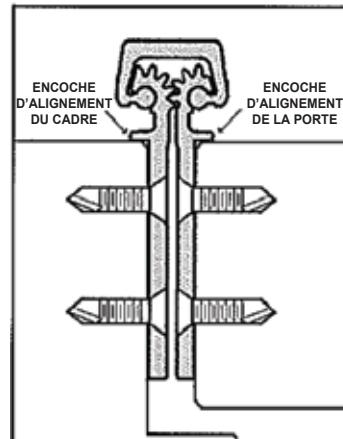

Fig. 5
- c. La charnière étant ouverte, placez le battant du cadre de la charnière contre la rabat du cadre, en veillant à ce que l'encoche d'alignement soit en contact total avec le cadre sur toute sa longueur, comme indiqué sur la Figure 5.
- b. La charnière étant ouverte, placez le battant de la charnière contre le bord de la porte, en vous assurant que l'encoche d'alignement est en contact total avec le bord de la porte sur toute sa longueur, comme indiqué sur la figure 5.